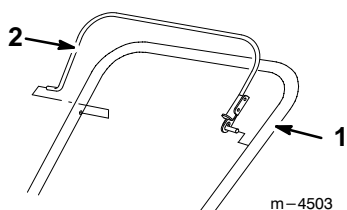
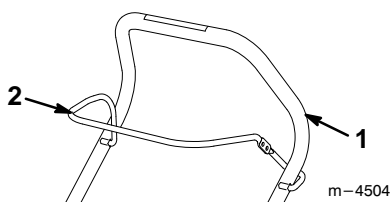

Figure 7
Figure 8
- Monter la barre de commande sur le mancheron supérieur comme illustré à la figure 7 (modèles 38428 et 38429) ou à la figure 8 (modèles 38441 et 38442).